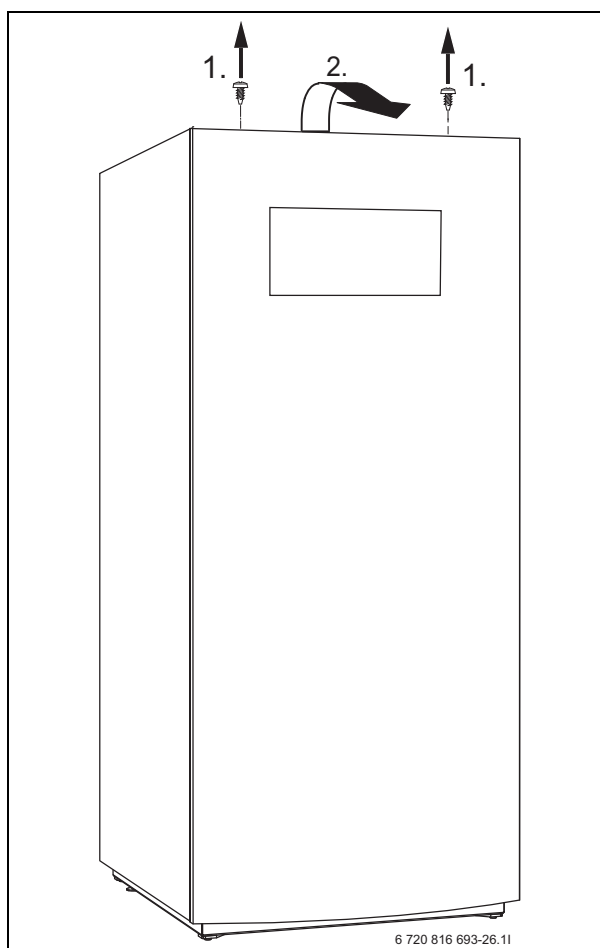

Fig. 10 Démontage du panneau avant
- Retirer les vis, basculer le panneau avant vers l'extérieur et le retirer par le haut (→ fig. 10).